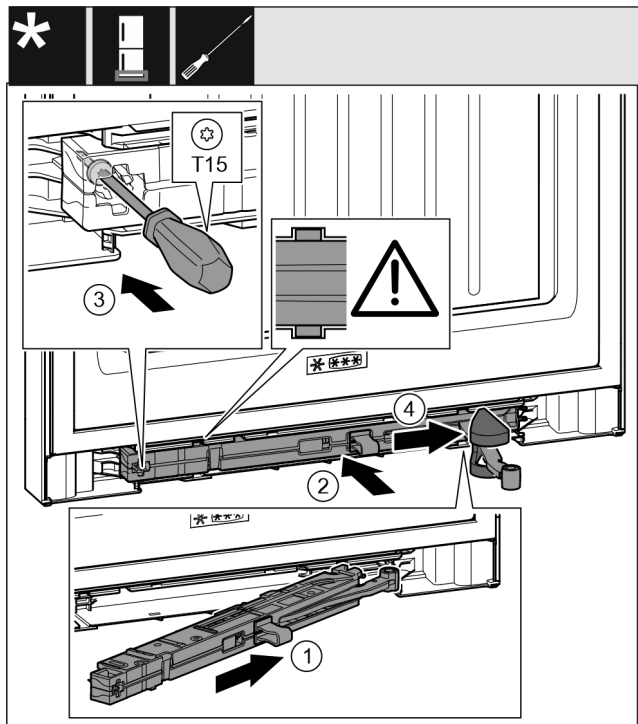

Fig. 46
- ▶ Inserire obliquamente nell'incavo fino all'arresto l'unità ammortizzatore di chiusura sul lato blocco di supporto. Fig. 46 (1)
- ▶ Spingere l'unità ammortizzatore di chiusura completamente nell'incavo. Fig. 46 (2)
- ▶ Serrare la vite con un cacciavite T15. Fig. 46 (3)
- ▶ Spingere la copertura sopra il giunto articolato. Fig. 46 (4)